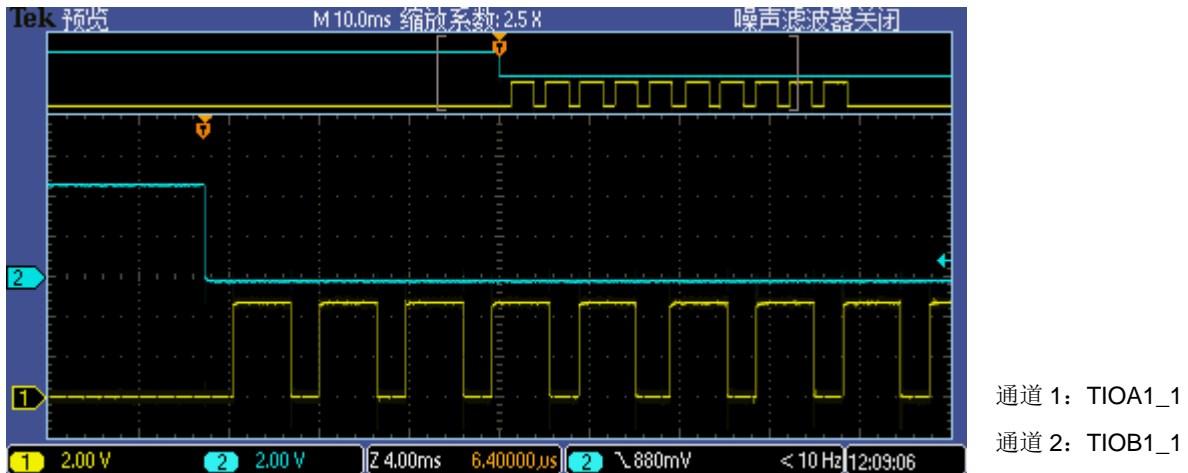

图 3 运行结果
- 4) 示波器获取到 PWM 波形，如图 3 所示。
示波器得到的运行结果如图 3 所示。TIOB1_1 接收到的下降沿触发 PWM 定时器模块开始计数，输出 PWM 波形。